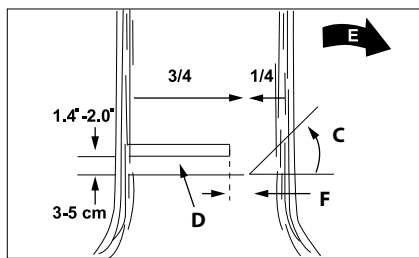

Рис. 15
Обикновено изсичането на дърво се състои от две основни операции: срез (C) и окончателен разрез (D). Стартирайте среза (C) от страната на дървото, която е в предвидената посока на падане (E). Уверете се, че срезът не влиза твърде дълбоко в ствола на дървото. Срезът (C) трябва да бъде направен така, че достатъчно дебела и здрава част от ствола (F) да остане неизрязана. Срезът трябва да е достатъчно широк, за да ръководи напълно падането на дървото при сеч. Внимание! Не ходете пред дърво, върху което вече е направен срезът. Окончателното изрязване (D) се извършва от обратната страна на дървото на 3-5 см над хоризонталната основа на среза (C) (рис. 15).